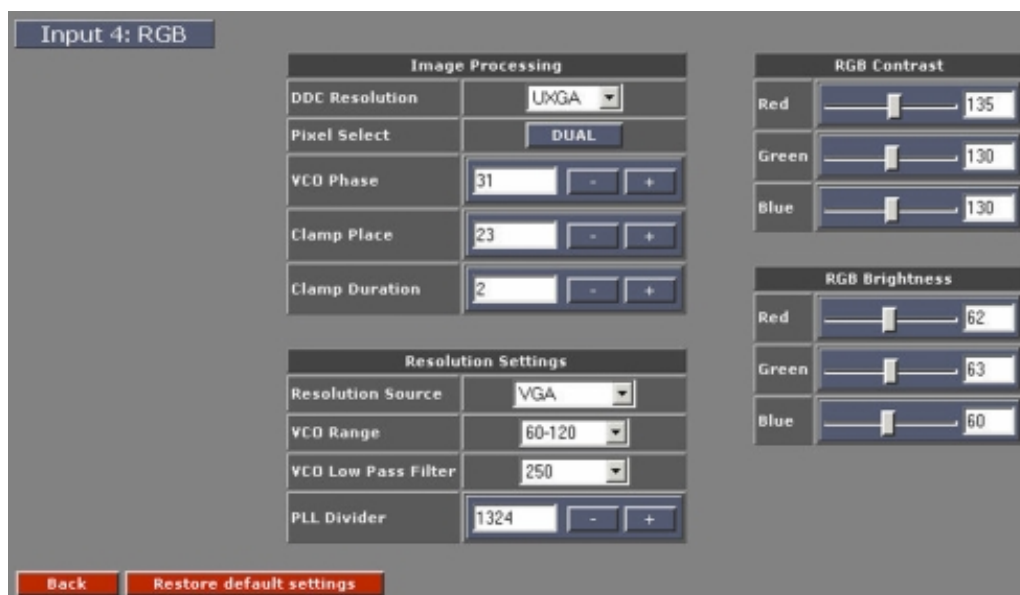

Imagen 10-10
1. Haga clic en **Adjust** junto a la entrada RGB para abrir la ventana de configuración de la misma. (imagen 10-10)